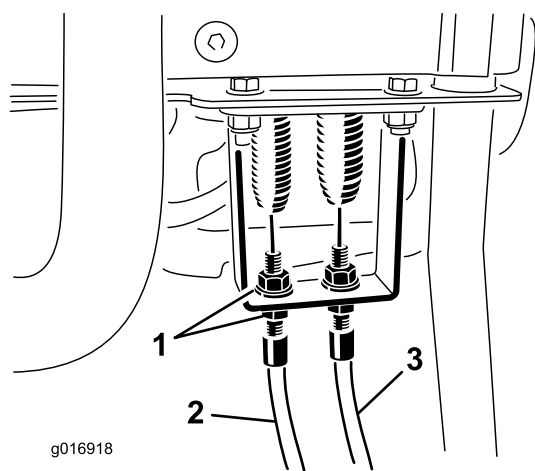
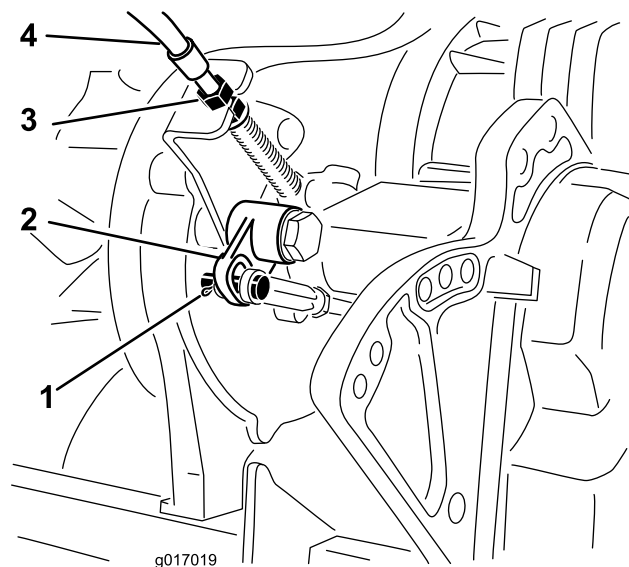

Figura 45
Figura 46
2. Verificate l'eventuale allentamento del cavo di controllo trazione alla molla di prolunga (Figura 45). In caso di effettivo allentamento, regolate i controdadi sulla paratia (Figura 46) per tendere il cavo senza allungare la molla.
4. Togliete la coppiglia e i perni con testa che fissano il perno con testa dell'asta della leva a squadra alla leva della leva a squadra. Scollegate il perno con la testa dalla leva della leva a squadra (Figura 46).
7. Sulla paratia di trasmissione (Figura 46), regolate i controdadi del cavo in modo da ridurre la distanza alla leva a squadra adeguandola alla modifica precedente.
8. Durante la regolazione del cavo sulla paratia della plancia, regolate i controdadi del cavo in modo da eliminarne l'eventuale allentamento senza allungare la molla (Figura 45).
3. Sulla paratia della maniglia di comando, allentate il cavo di comando del cilindro in modo da creare un imbando (Figura 45).